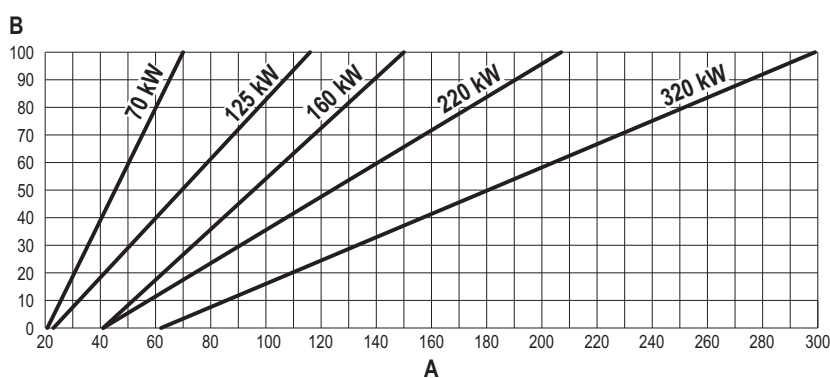

fig. 65
- Pulse las **teclas contextuales 1 y 2** para aumentar o disminuir la capacidad térmica (mínima = 00 - máxima = 100). Vea el diagrama "Regulación de la capacidad térmica" (fig. 65).